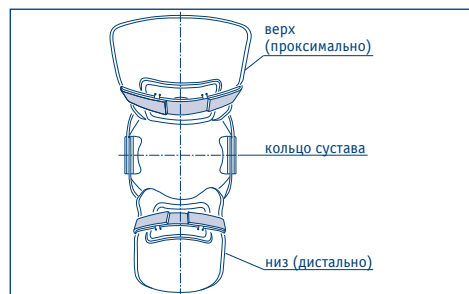

Рис. 3: Передний выдвигающий ящик
- При помощи обеих вкладок для подколенной впадины (Рис. 3) устанавливается 4-х точечная система поддержки, например при передней нестабильности сустава (передний выдвигающий ящик).